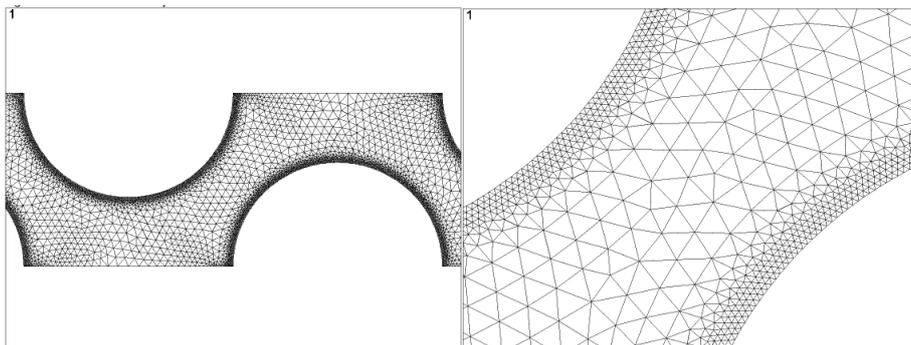

图 5-45 网格层扩展及其局部放大图
- **【LAYER2 Outer layer thickness】**：外层网格的厚度。外层单元尺寸从 LAYER1 的单元尺寸线性增加到总体单元尺寸，该层厚度参数指定为一个网格过渡系数（Transition factor），该系数为大于或等于 1 的整数，数值为 2 表示生成大约等于前面网格 2 倍尺寸的单元，3 表示生成 3 倍尺寸的单元，以此类推；或者该层厚度参数指定为“Absolute length”：绝对单元长度，如图 5-45 所示。